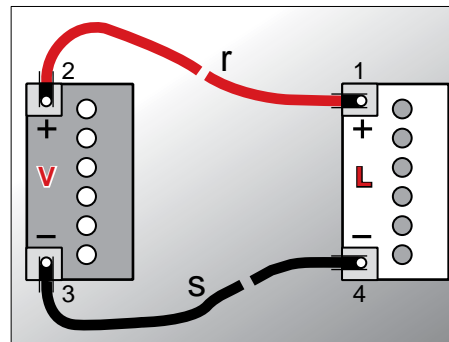

Fig. 101
1. Brancher le câble rouge d'aide au démarrage pos. r (Fig. 101) sur la borne positive de la batterie vide pos. L.
2. Brancher le câble rouge d'aide au démarrage sur la borne positive de la batterie chargée pos. V (Fig. 101).